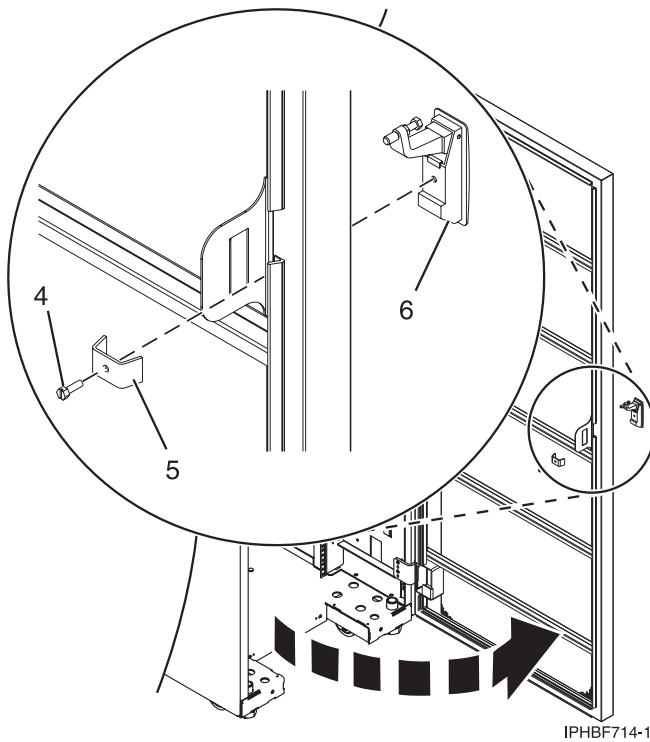

Abbildung 52. Vorhandene Klappenverriegelung ausbauen
- b. Entfernen Sie die Schraube (4) in Abb. 52 auf Seite 72 an der Innenseite der Klappe, mit der die Verriegelung an der Rackklappe befestigt ist.
- a. Entfernen Sie die Abschlusskappe (1) von der neuen Verriegelung und entsorgen Sie sie.
- b. Lösen Sie die Sechskantmutter (3).
- c. Entfernen Sie die Schraube (2) von der neuen Verriegelung.
- d. Entfernen Sie die Mutter (3) von der Schraube.
- e. Setzen Sie die Schraube (4) in umgekehrter Richtung in die neue Verriegelung ein.
- f. Schrauben Sie die Sechskantmutter (3) auf die Schraube (4).
- g. Schrauben Sie die Sechskantmutter (2) auf die Schraube (4).
- h. Schrauben Sie die Gegenmutter (1) auf die Schraube (4). Die Gegenmutter (1) muss mit dem Ende der Schraube (4) bündig sein.
- i. Ziehen Sie die Sechskantmutter (2) und die Gegenmutter (1) fest.
- a. Setzen Sie das Rackschloss in die Verriegelungskerbe an der Vorderseite der Klappe ein (6 in Abb. 52 auf Seite 72). Das Rackschloss besitzt eine Einkerbung, damit es nicht falsch eingesetzt werden kann.
- b. Befestigen Sie das Schloss, indem Sie die Schlosshalterung (5) mit der Schraube (4) an der Innenseite der Klappe anbringen.